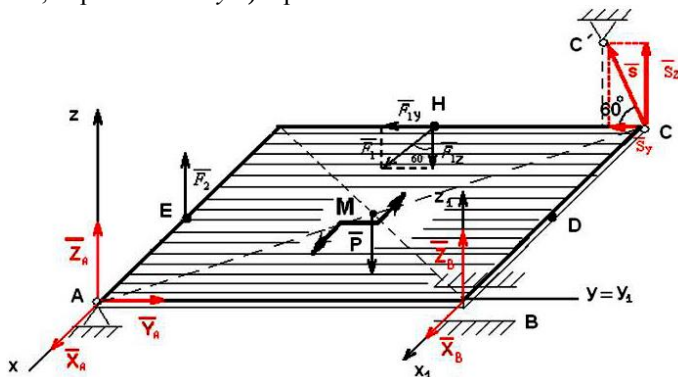

Рис. 59
две составляющие : $S_z = S \cdot \sin 60^\circ$; $S_y = S \cdot \cos 60^\circ$ (так как стержень CC' в плоскости , параллельной yz) – рис. 59.
2. Вводим систему отсчета $BX_1Y_1Z_1$ (рис.59). Для полученной пространственной произвольной системы сил для определения шести неизвестных реакций опор – $\bar{X}_A$, $\bar{Y}_A$, $\bar{Z}_A$, $\bar{X}_B$, $\bar{Z}_B$, $\bar{S}$ – можно составить шесть уравнений равновесия: